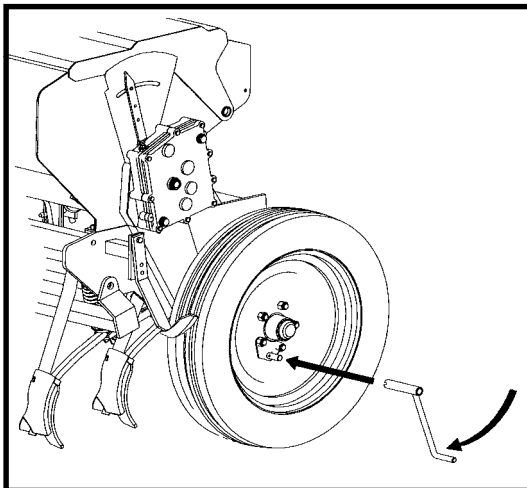

fig. 6
- 7) Avec la MANIVÈLE DE TOUR DE LA ROUE (fig. 6) on donne quelques tours à la ROUE MOTRICE (droite, en regardant la machine par derrière) dans le sens de la marche. Tous les distributeurs doivent étaler des semences.